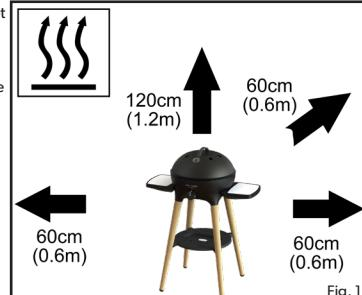

Fig. 1
- Sørg for at apparatet holdes borte fra brannfarlige materialer når det er i bruk. Trygge minimumsavstander er: over apparatet - 1,2m, på baksiden og på siden - 0,6m. (fig.1)